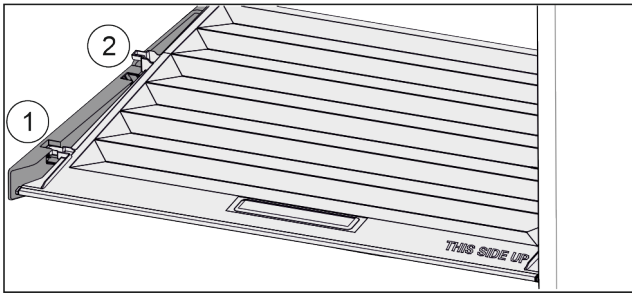

Fig. 126
- ▶ Deckel bis zur Öffnung in den Halteteilen nach vorne ziehen Fig. 126 (1).
- ▶ Hinten von unten anheben und nach oben wegnehmen Fig. 126 (2).